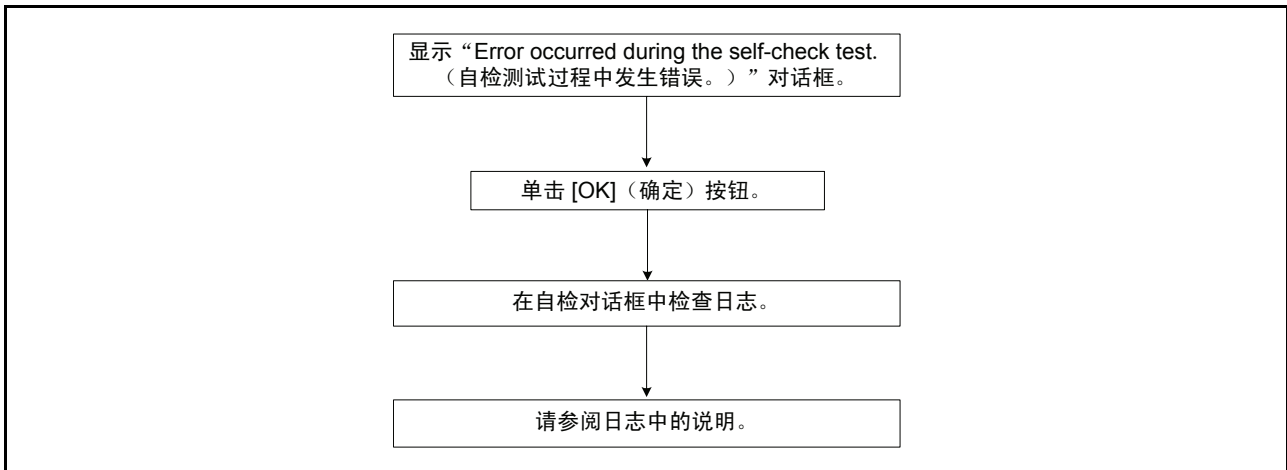

图 6.2 自检错误检查流程图
- (1) 重新检查 E100 仿真器主部件与 MCU 单元的连接。
- (2) 重新下载正确的固件。
- (3) 检查调试器软件的自检错误日志，并参考其中的说明。（请参阅图 6.2）